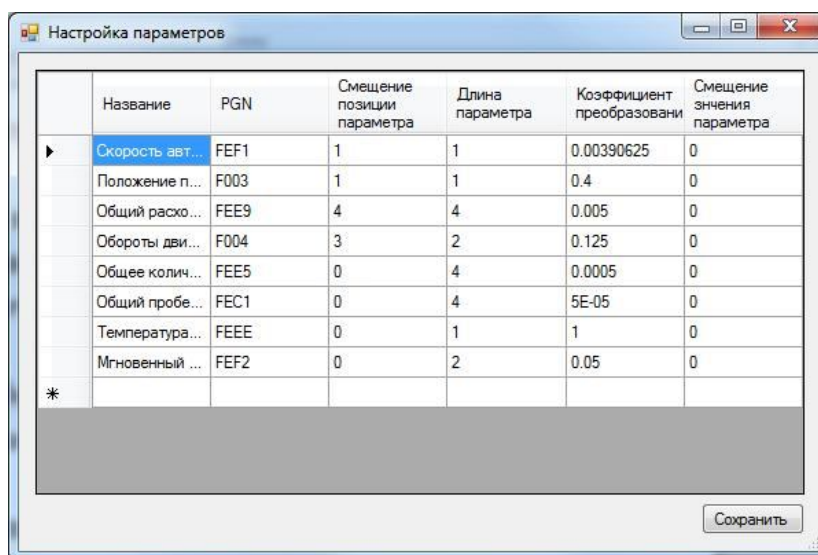

Рисунок 8 – Окно настройка параметров
7. Если среди 8 стандартных параметров в программе нет требуемого, следует его настроить. Для того чтобы добавить параметр транспортного средства, необходимо выбрать [Параметры] – [Настроить], в появившемся окне (рис. 8) заполнить ячейки в соответствии с их названием.